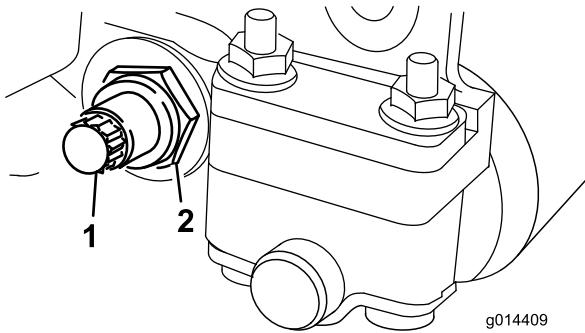
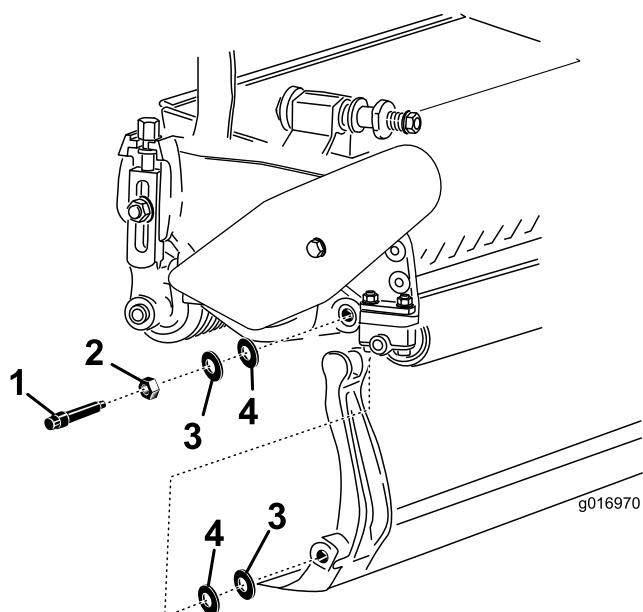

Рисунок 17
Рисунок 18
- Отверните гайку натяжения пружины настолько, чтобы шайба уже не прижималась к неподвижному ножу (Рисунок 17).
- С каждой стороны машины ослабьте контргайку крепления болта неподвижного ножа (Рисунок 17).
- Выверните все болты неподвижного ножа, что позволит отвести неподвижный нож вниз и снять его с болта машины (Рисунок 17). Помните о наличии двух нейлоновых и двух штампованных стальных шайб с каждой стороны неподвижного ножа (Рисунок 18).
- Прикрепите неподвижный нож к пластине с каждой стороны с помощью болтов неподвижного ножа (гаек на болтах) и 4 шайб (всего 8 шт.). Установите нейлоновую шайбу с каждой стороны выступа боковой пластины. Установите стальную шайбу с наружной стороны каждой из нейлоновых шайб (Рисунок 18).